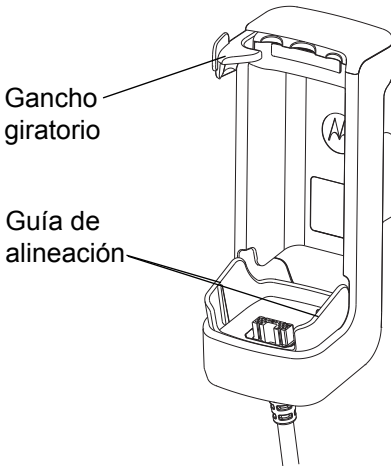

Figura 1. Soporte de carga PMLN6182 con módulo de alimentación para vehículos
1. Coloque el terminal portátil TETRA en el soporte alineando las ranuras de la parte inferior de éste con las guías de alineación ubicadas en el fondo del soporte como se muestra en la Figura 1.
1. Gire el gancho hacia la derecha para soltar. (Consulte la figura 1 en la página 4).